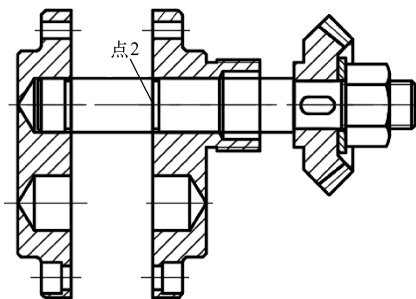

图 14-67 插入齿轮泵后盖图块
(4) 插入齿轮泵后盖图块。单击“默认”选项卡“绘图”面板中的“插入块”命令, 选择齿轮泵后盖块图形, 选择点 2, 插入齿轮泵后盖图块, 结果如图 14-67 所示。